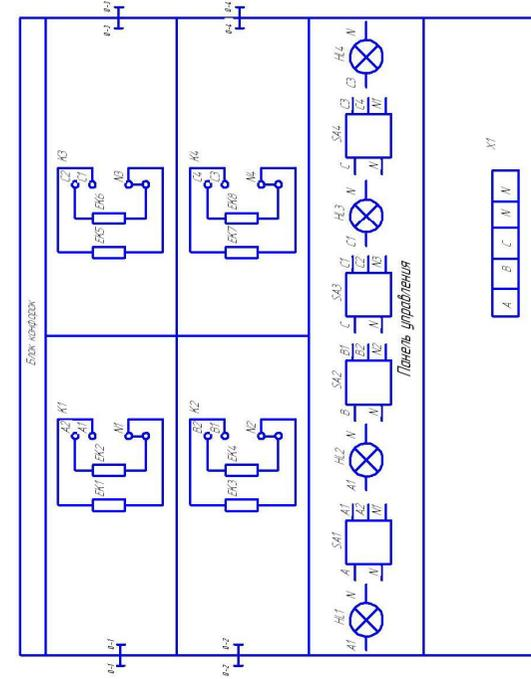

Рисунок 3 – Схема электрической соединений
4.6 Схему электрическую принципиальную смотри рисунок 2, схему электрическую соединений – рисунок 3.